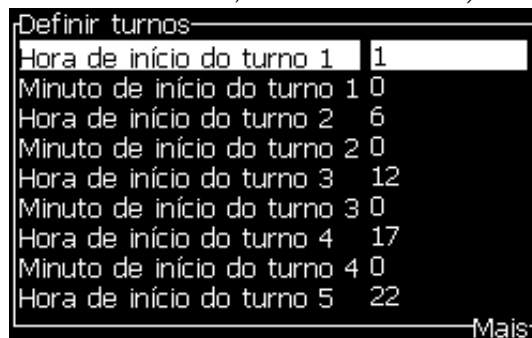

Figura 5-42: Definir turnos
- 3 Pressione a tecla *Enter* para abrir a caixa de diálogo *Definir turnos* (Figura 5-42 na página 5-50).